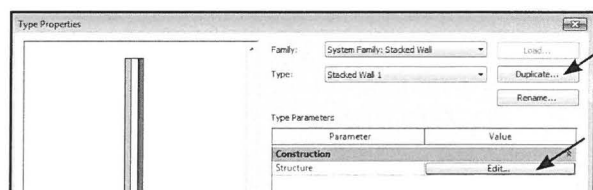

Fig. 14.41. *Duplicate - Edit*.
- Tryk *Duplicate* for at tage en kopi (Fig. 14.41). Navngiv den *Fundament*. Tryk *OK*.
- Tryk *Edit* ud for *Structure* (Fig. 14.41).